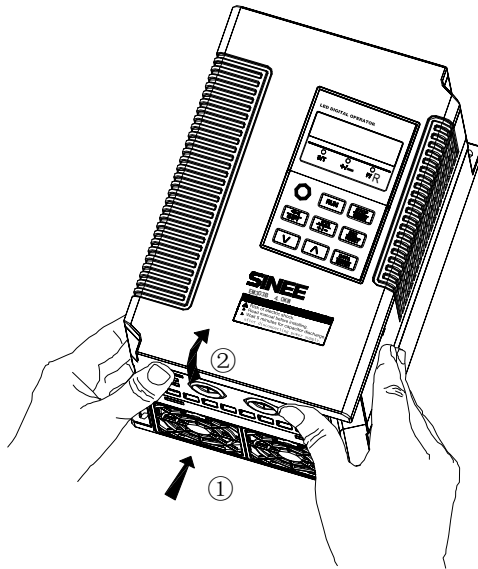

图 2-3 面板开启图示
1. 面板的开启: 7.5kW 以下机型开启时请双手由机壳下方沿垂直方向向上推按，再向外侧掀起。如图 2-3 所示